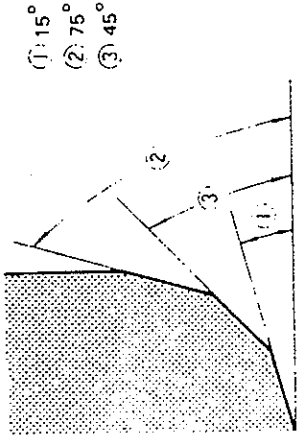

Fig. 3-67
Use una fresa de asiento de válvula para hacer tres cortes en el orden que se detalla en la Fig. 3-67. Los tres cortes deben realizarse así: el primero marcando un ángulo de 15°, el segundo marcando un ángulo de 75° y el último de 45°. El tercer corte (3) debe hacerse para lograr el ancho de asiento deseado (W).